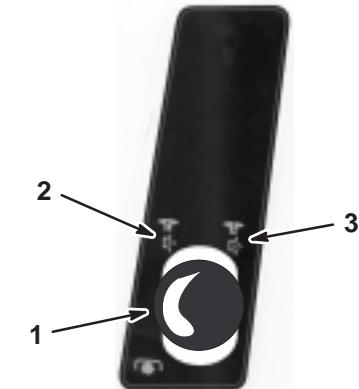

Bild 4
2. Stellen Sie den Schneidwerkhebel (ZWA) auf Eingekuppelt (Bild 4).
2. Stellen Sie den Zapfwellenantrieb auf Ausgekuppelt (Bild 4).